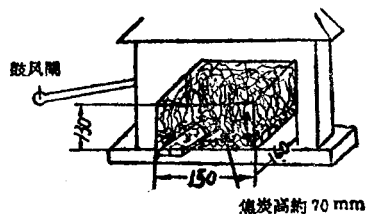

图 3
1. 选择高温均匀适当快速加热的设备 从前本厂是采用高周波电爐焊接, 其优点甚多: 能均匀加热, 生产率高, 操作过程中看得清楚。但其主要缺点是加热的速度太快, 对 TK 类合金是不大适应的(因 TK 类合金导热性更小), 因此我厂便采用了焦炭爐设备。在焦炭爐的构造与设计上, 我们充分满足了焊硬質合金高温、均匀、适当的快速加热的要求, 如将爐床体积缩小到 $130 \times 150 \times 160$ (高 $\times$ 宽 $\times$ 深) 公厘尺寸 (参看图 3 所示): 爐内放焦炭厚约为爐膛高度的一半, 燃烧时使火焰均匀集中, 并以鼓风机鼓风, 使其达